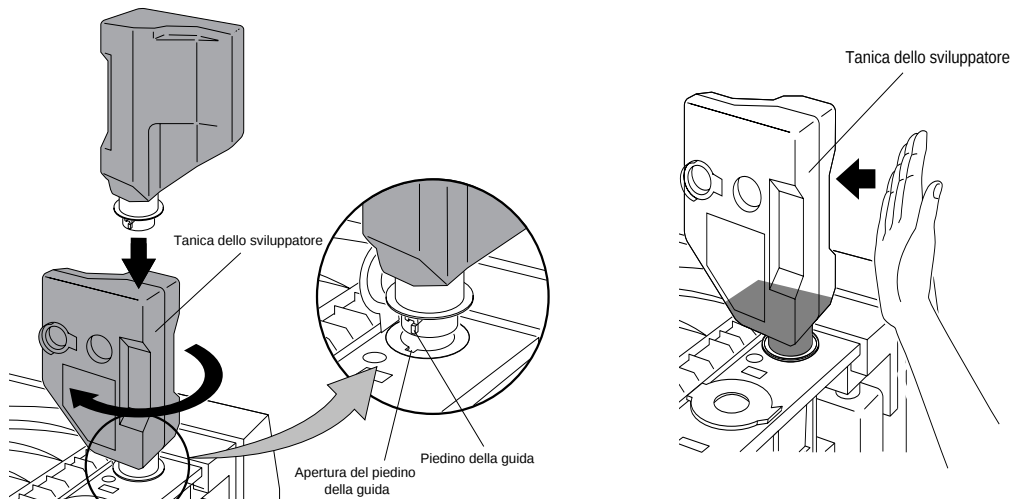

Figura 4-18 Inserimento dello sviluppatore e colpetti sulla tanica dello sviluppatore
8. Allineare i piedini di guida presenti sulla tanica dello sviluppatore nuova rispetto alle aperture dei piedini di guida presenti sull'apertura di riempimento dello sviluppatore. Inserire e girare la tanica dello sviluppatore in senso orario di 180° per iniziare a riempire, come mostrato nella Figura 4-18.
9. Dare dei piccoli colpetti con la mano sulla tanica dello sviluppatore per far staccare dalla tanica lo sviluppatore residuo, come mostrato nella Figura 4-18.